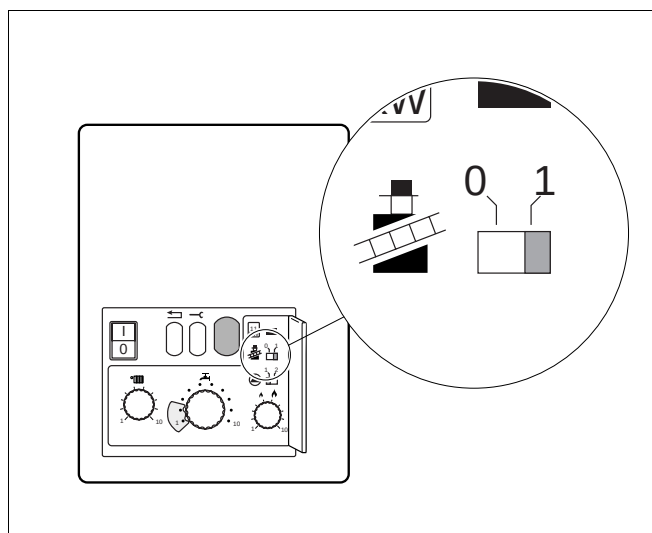

Fig. 22 Interrupteur de ramonage de cheminée
- Placer l'interrupteur de ramonage de cheminée (fig. 22) sur la position "1".